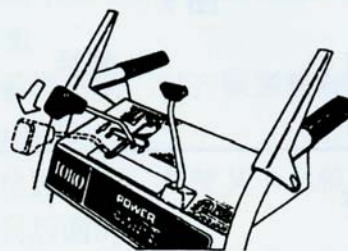

图 11
8. 抬走扶手将图 11 中的手柄完全前置, 这样轮子处于后动力档位置。(图 11)